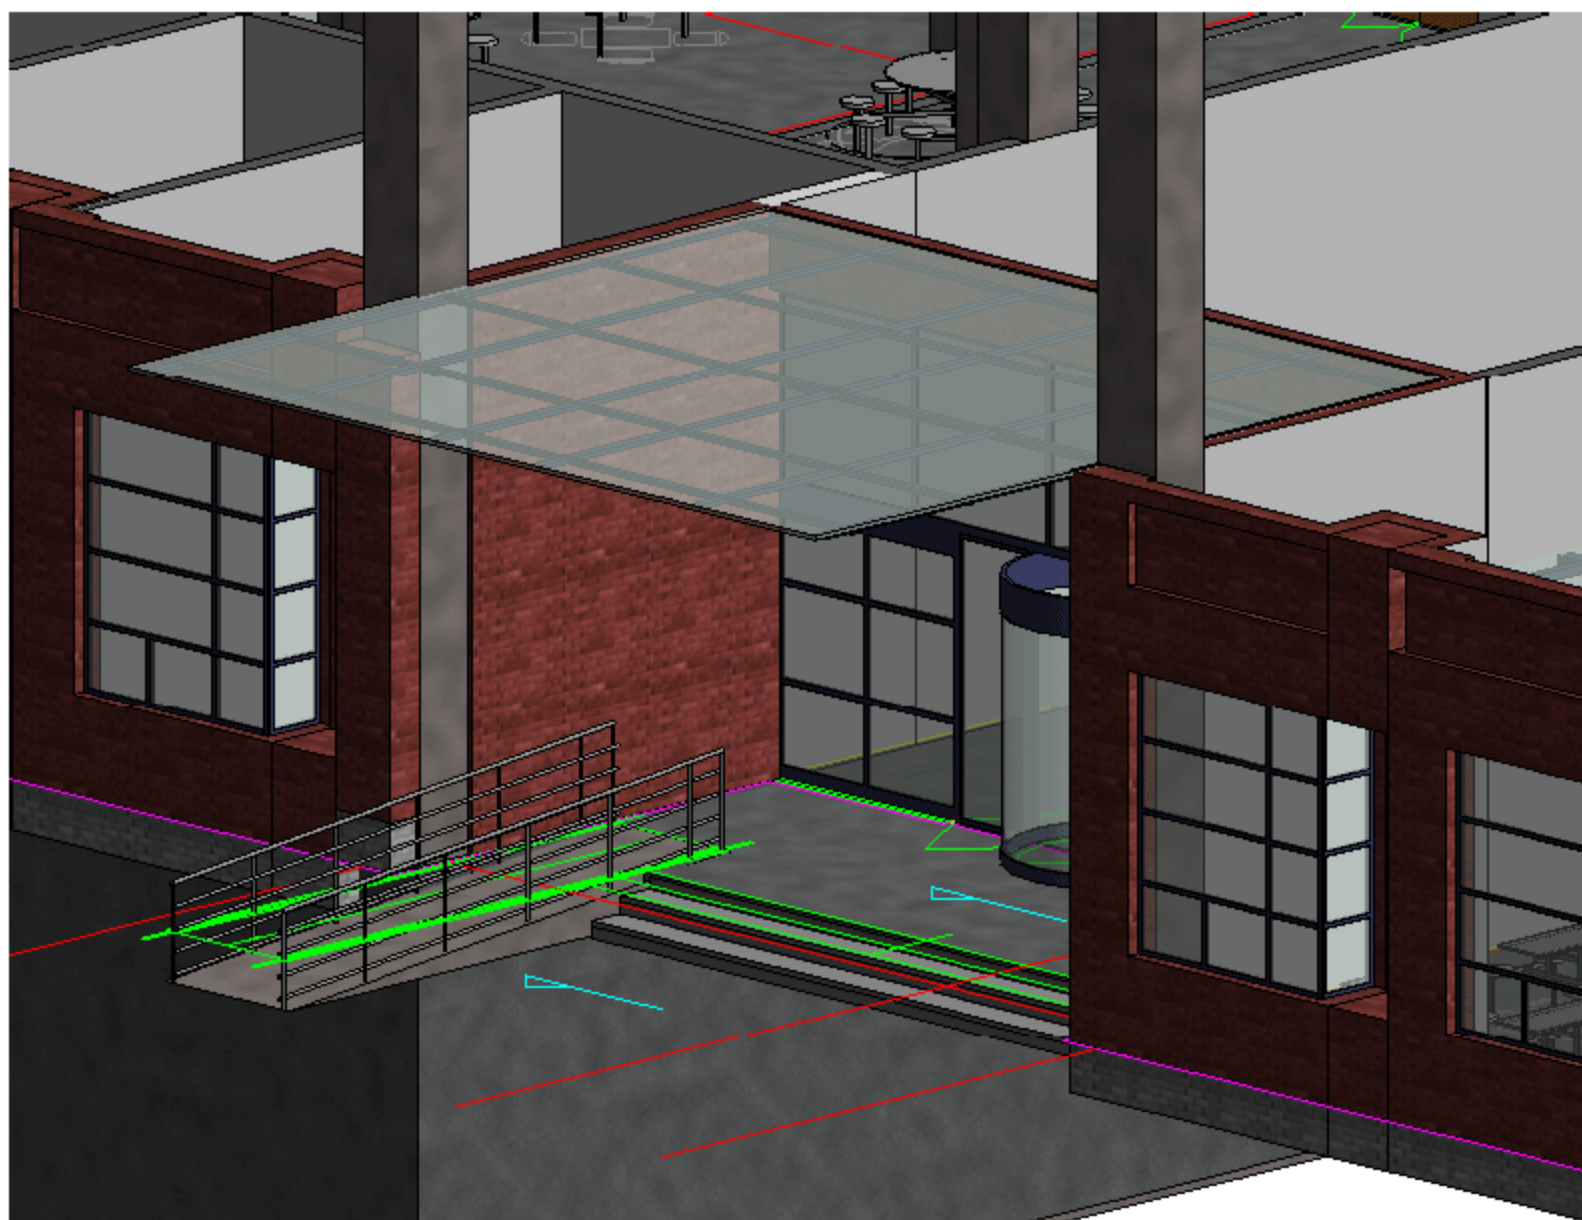

图 10.5.44 插入雨蓬族 6
(6) 插入 4 轴和 5 轴之间与 A 轴相交的雨蓬族, 选择“建筑”→“构件”→“放置构件”→“雨蓬族 1”, 调整好立面标高, 在相应的位置插入雨蓬, 如果雨蓬插入的位置不精确, 可以按快捷键 M+V 进行调整, 调整完成后的雨蓬三维视图如图 10.5.44 所示, 这样就完成了雨蓬族的插入。